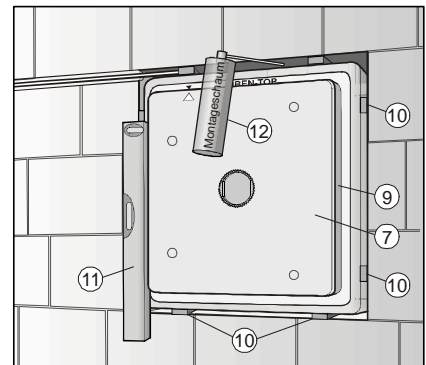

Abb. 5
Mauerkasten mit Keilen (10) im Mauerdurchbruch fixieren. Mit Hilfe einer Wasserwaage (11) Mauerkasten ins Lot und Frontseite wandbündig setzen. Die Luftkanäle im Mauerkasten enthalten bereits ein Gefälle von 2% zur Abführung von evtl. anfallendem Kondensat. Der Putzrahmen (9) gibt einen Putzauftrag von 15 mm vor. Wird ein höherer Putzauftrag gewünscht, so ist der Mauerkasten um das entsprechende Abstandsmaß in den Raum vorzusetzen. **Achtung!** Der Mauerkasten muss sorgfältig eingesetzt werden. Ein Ausrichten des Gerätes nach dem Einputzen des Mauerkastens ist nicht mehr möglich. Den Hohlraum zwischen Mauerkasten und Mauerdurchbruch mit Bauschaum (12) oder anderen geeigneten Isolationsmaterialien umlaufend dicht auffüllen und befestigen. (Abb. 5)